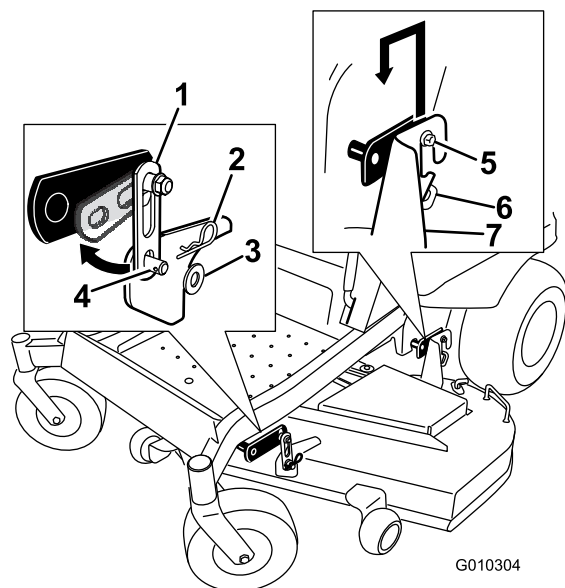

Figura 69
- Rimuovete la bulloneria dai supporti di sospensione anteriori del piatto di taglio su entrambi i lati del piatto (Figura 69).
3. Sollevare con cautela il piatto di taglio sganciandolo dai bulloni di sospensione posteriori e abbassare la parte anteriore del piatto fino al suolo (Figura 69).
5. Alzate la parte posteriore del piatto di taglio e guidate le staffe di sospensione sui bulloni di sospensione posteriori (Figura 69).